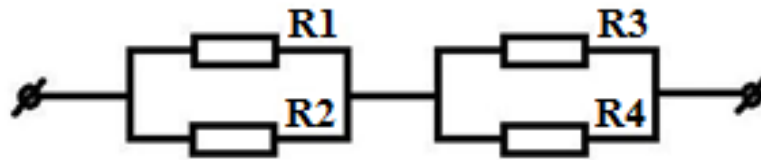

Рис. 1.25. Пример схемы электрической цепи
**Задание 1.** Рассчитать эквивалентное сопротивление участка электрической цепи (рис. 1.25), если  $R_1 = R_2 = R_3 = R_4 = 10 \text{ Ом}$ .